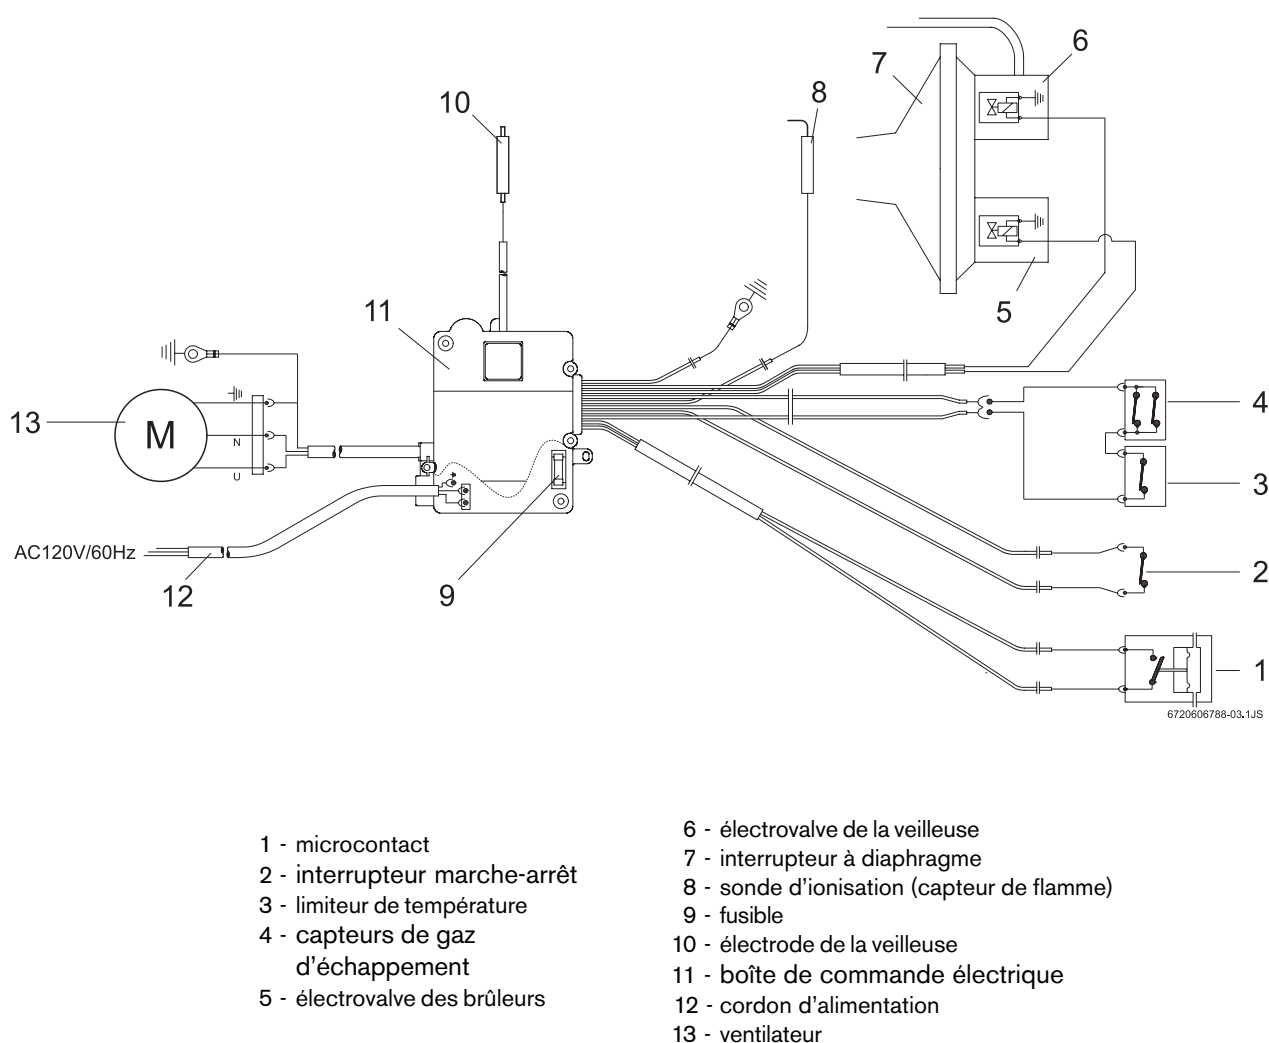

Fig 9: Diagramme de câblage du modèle 425 EF
- Le câblage du chauffe-eau doit respecter le diagramme de câblage ci-dessous (fig. 9).
Vérifiez la viabilité du fusible (voir l'emplacement du fusible à la fig. 9, # 9). Remplacez-le au besoin.
5. Il se peut que vous deviez remplacer l'interrupteur de l'électrovalve de la veilleuse (voir la fig. 9).
Mesurez le millivoltage à l'électrovalve de la veilleuse (voir la fig. 9).
6. Il se peut que vous deviez remplacer la boîte de commande (voir la fig. 9).
Vérifiez les bornes des fils et testez le fonctionnement de la boîte de commande (voir la fig. 9).